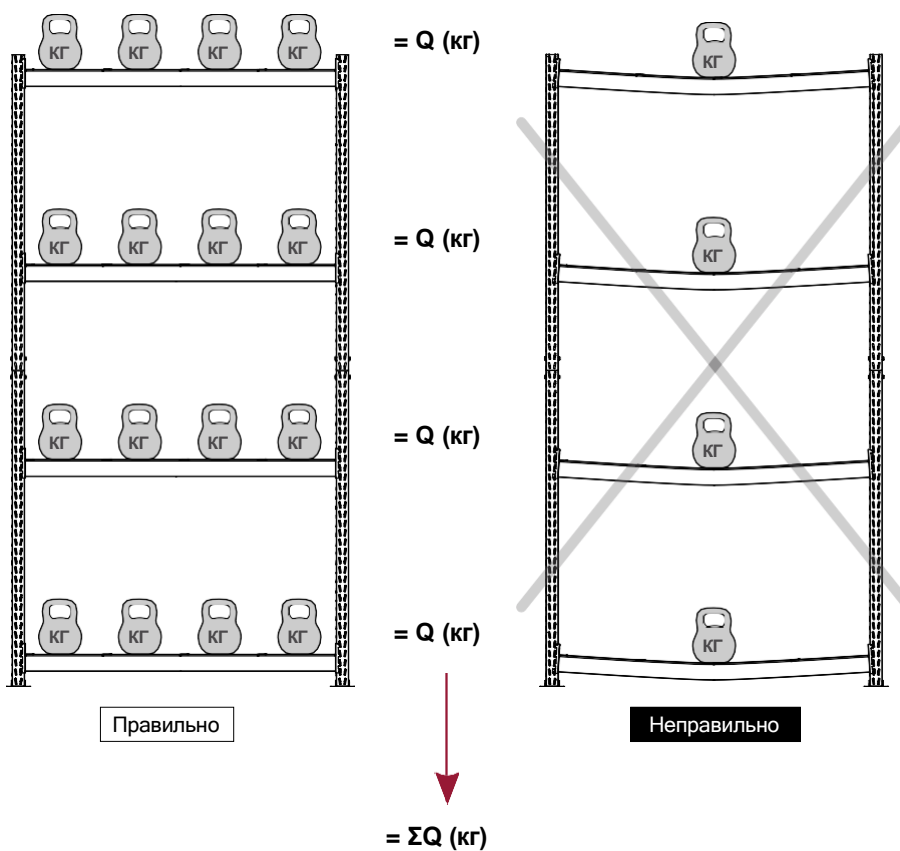

Рисунок 15 — Схема загрузки стеллажа
- Нагрузка на грузонесущие элементы стеллажа – только равномерно распределенная (рис. 15).